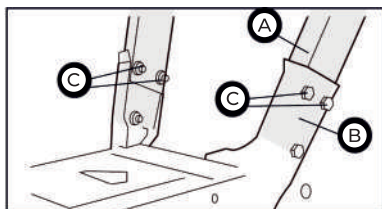

Рис. 3
1) Вставьте рукоятку в сборе (рис. 3А) в корпус устройства (рис. 3В). Закрепите рукоятку в сборе болтами и гайками (рис. 3С), которые находятся в упаковке с аксессуарами (рис. 3).